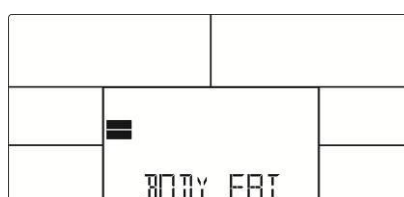

Fig.22
3. Brukeren må holde begge hender på håndpulskontaktene under avmålingen. LCD-skejrmen vil vise beskjeden "= " "= =" (Fig.22) i åtte sekunder før avmålingen er fullført.